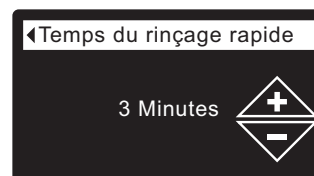

FIG. 82
- 8d. **Temps du rinçage rapide** : Appuyez sur le bouton HAUT (▲) ou BAS (▼) pour modifier la durée du rinçage rapide. Maintenez le bouton enfoncé pour faire défiler rapidement. La plage de réglage du rinçage rapide est 1 - 30 minutes* (cf. Figure 82).